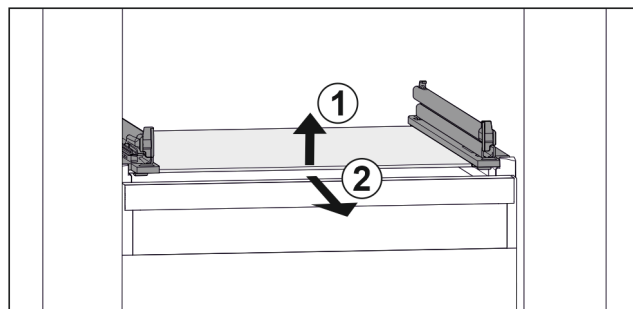

Fig. 30 Przykładowa prezentacja płyty szklanej
- ▶ Unieść płytę szklaną z przodu. Fig. 30 (1)
- ▶ Wyjąć płytę szklaną do przodu. Fig. 30 (2)